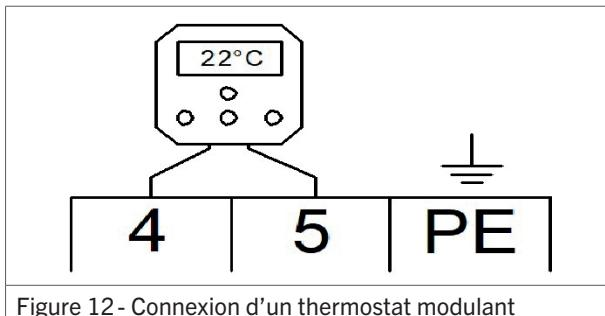

Figure 12 - Connexion d'un thermostat modulant
1. Connectez les deux fils de commande aux bornes 4 et 5 (voir figure 12 ou le schéma de câblage électrique au §9).